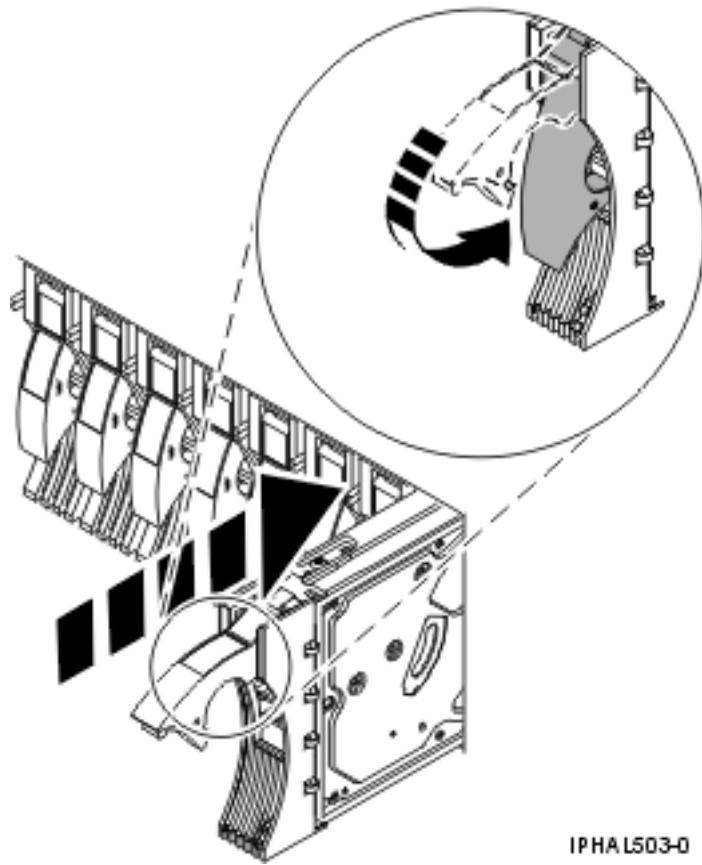

Figure 26. Installation d'une unité de disques sur un modèle
18. Faites glisser complètement l'unité de disques dans l'unité centrale (voir figure 26, à la page 45).